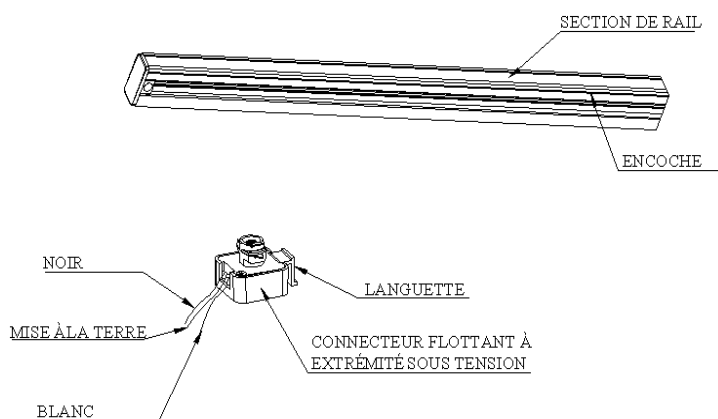

Fig. 2
1. La section de rail et le connecteur flottant à extrémité sous tension doivent être assemblés de façon à préserver la polarité entre les conducteurs. REMARQUE : Le connecteur flottant à extrémité sous tension est muni d'une languette d'un côté tandis que le rail possède une encoche qui fait toute la longueur du profilé du rail (consultez la Fig. 2). Alignez la languette du connecteur flottant à extrémité sous tension avec l'encoche du rail et insérez le connecteur dans le profilé du rail de sorte que la base du connecteur vienne parfaitement s'appuyer contre le rail. Tournez le connecteur dans le sens horaire un quart de tour de sorte que le connecteur soit bien serré contre le rail.